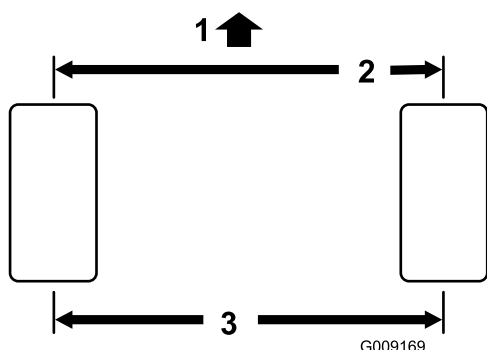

Figure 58
2. Mesurez l'entraxe (à hauteur d'essieu) à l'avant et à l'arrière des roues directrices (Figure 58).